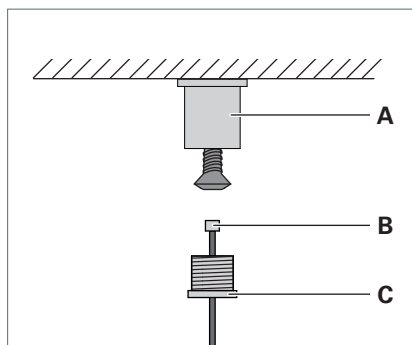

Fig. 10: Monter la fixation pour plafond.
- ▶ Vissez au plafond la douille **A** à l'aide d'une vis appropriée, voir Fig. 10.